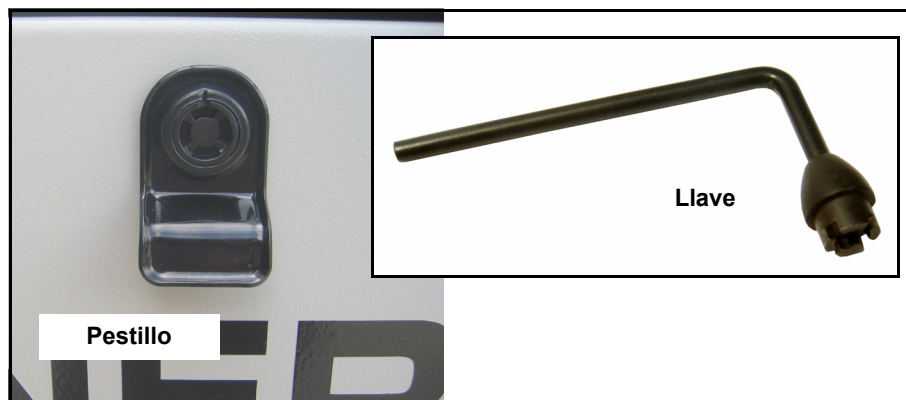

Figura 3-2. Llave de panel de acceso
1. Inserte la llave en el pestillo y gire en sentido antihorario 1/2 vuelta. Vea la Figura 3-2.